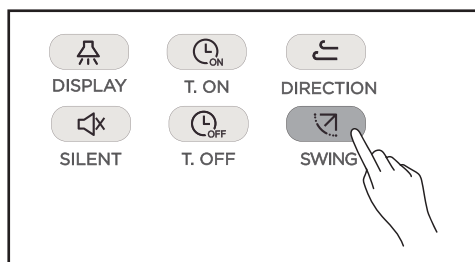

Figura 3.10
1. Quando a unidade estiver ligada. Pressione  (consulte a Figura 3.10). Inicie a função de giro, o ícone  se iluminará e um sinal será enviado para a unidade interna;